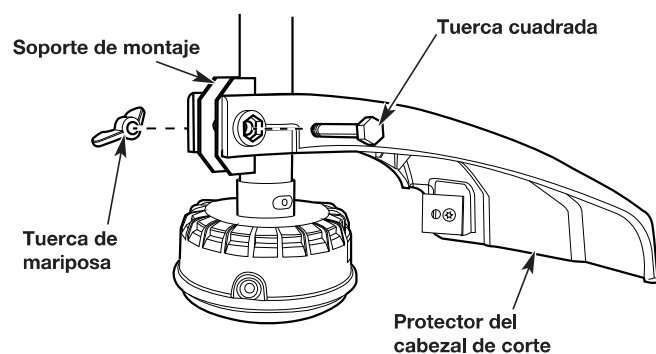

Fig. 1
2. Coloque la carcasa en el soporte de montaje (Fig. 1).